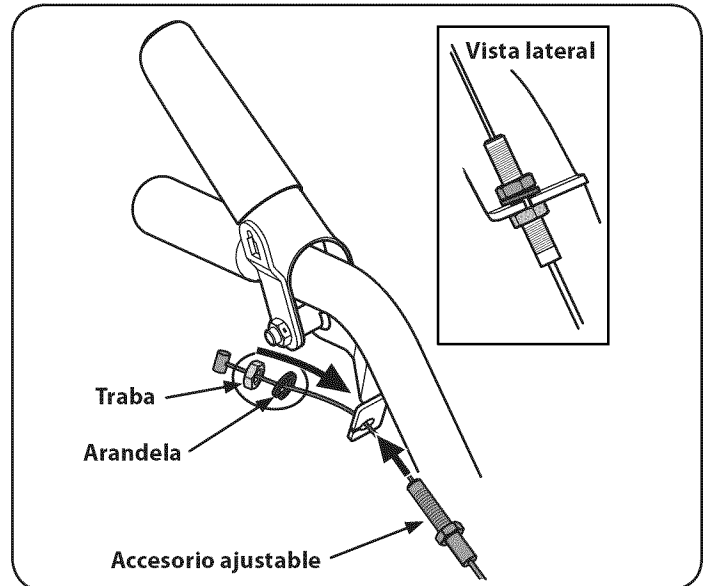

Figura 6
1. Afloje la tuerca superior del cable y deslice la tuerca y la arandela para sacarlas del accesorio ajustable. Vea la Figura 6.
2. Deslice el cable dentro de su soporte como se indica en la Figura 6.